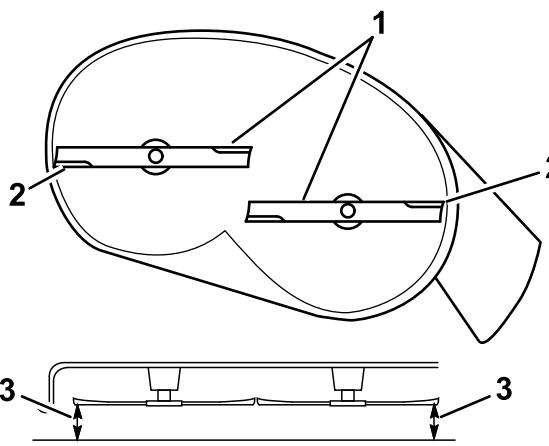

Figure 59
- Mesurez la distance entre les tranchants extérieurs et le sol plat (Figure 59).